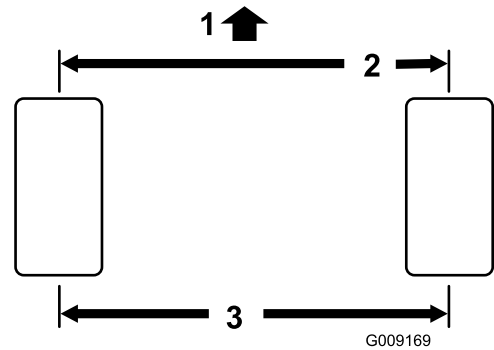

Figura 59
2. Mida la distancia entre centros (a la altura del eje) en la parte delantera y trasera de los neumáticos de dirección (Figura 59). La distancia debe ser de 0 ± 3 mm más en la parte delantera del neumático que en la parte trasera. Gire el neumático 90 grados y vuelva a comprobar la medición.